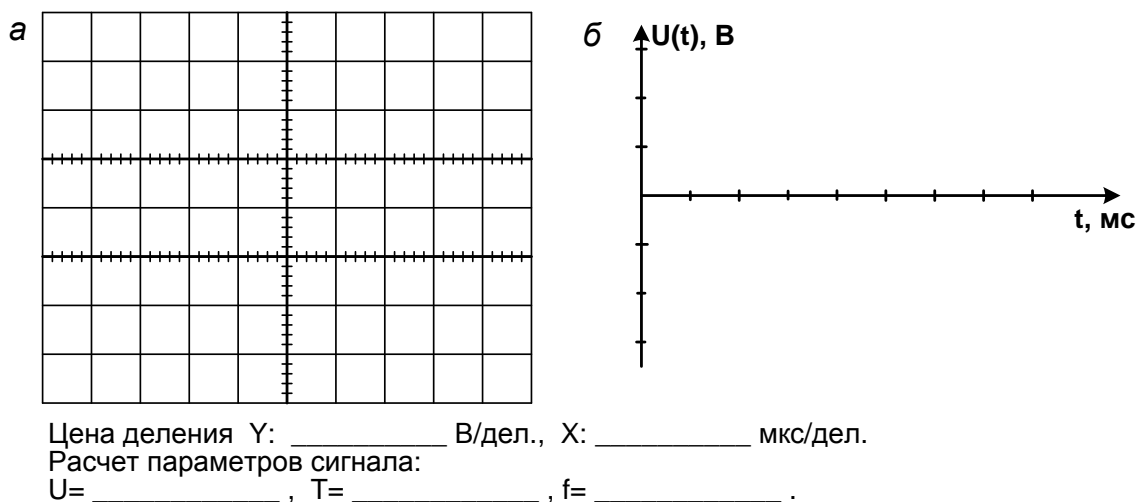

Рис. 4.2. Отчёт «Измерение напряжения синусоидальной формы»
4. Зарисовать осциллограмму, используя шаблон рис. 4.2, *а*. Записать значения цены делений по **Y** и **X**.
По полученным данным и полученной осциллограмме рассчитать параметры сигнала: амплитудное значение, период, частоту. Построить график сигнала в декартовой системе координат (см. рис. 4.2, *б*).